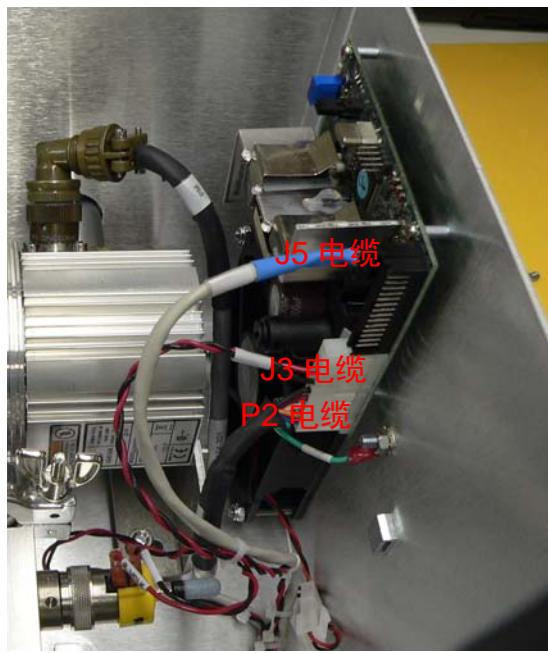

图 B-24 涡轮电路板的连接
4. 断开以下电缆 (图 B-24) :
7. 重新连接以下电缆 (第 B-17 “页图 B-24) :